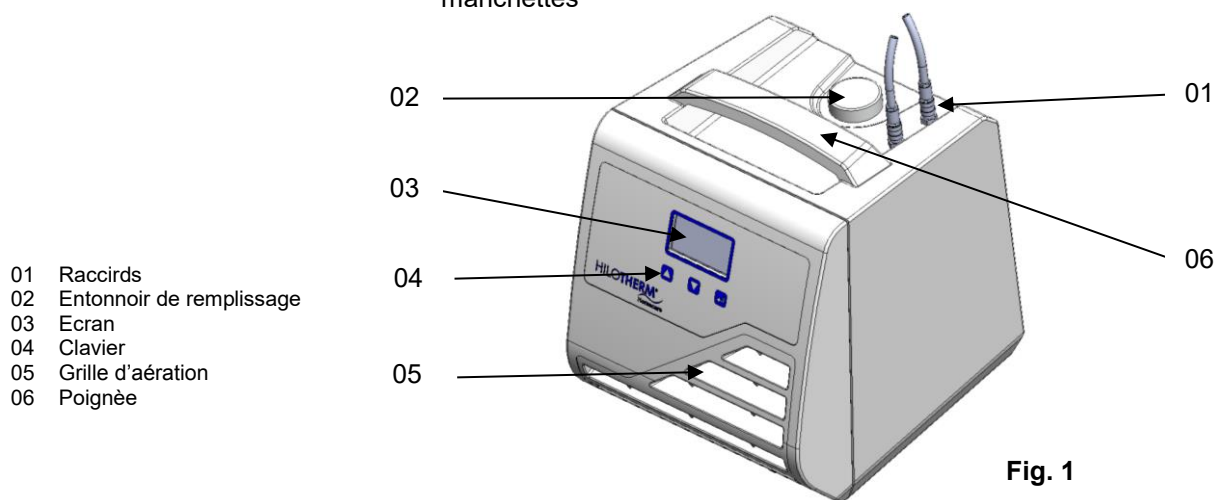

Fig. 1
- Insérer le tuyau avec le connecteur dans le raccord (fig. 1). Il est permis de se tromper entre flux et reflux. Cela n'influence aucunement le fonctionnement. Il est possible d'intervertir le flux et le reflux sans que cela n'entraîne de perturbations du fonctionnement.